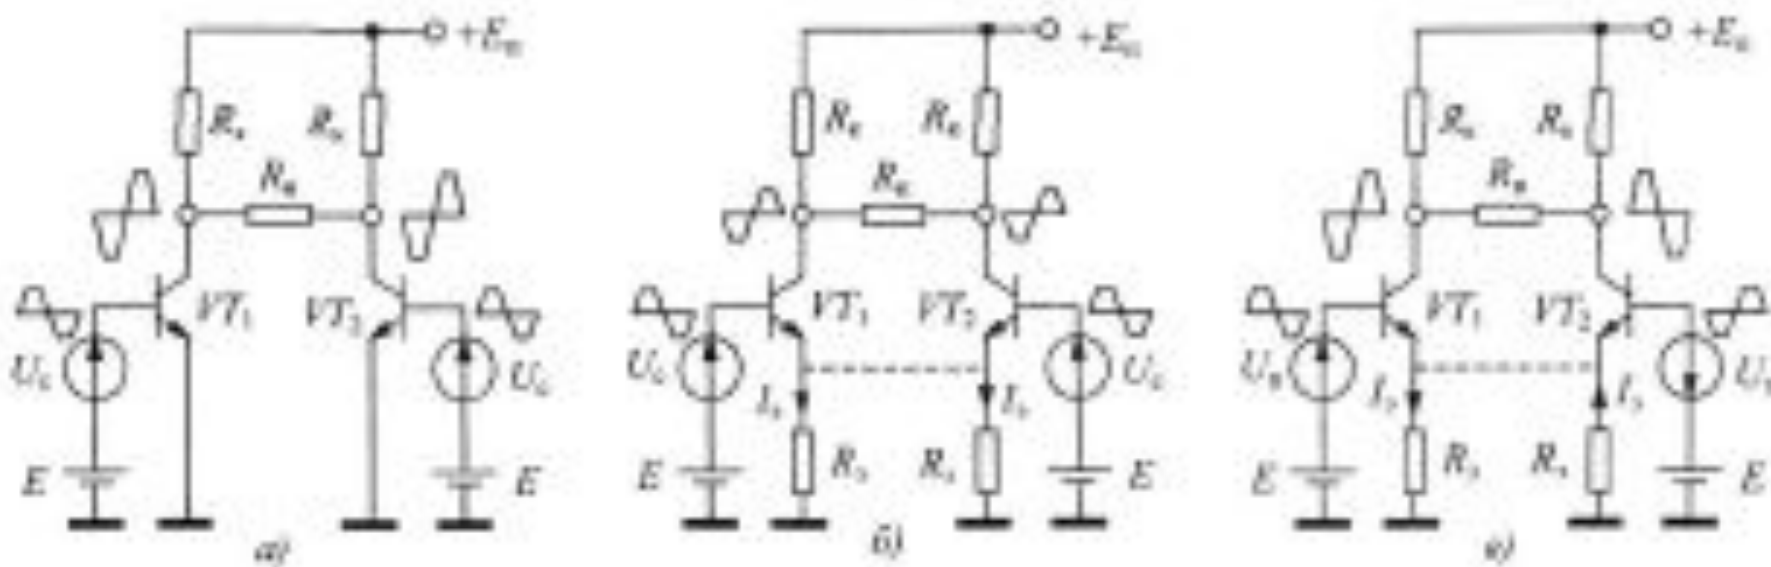
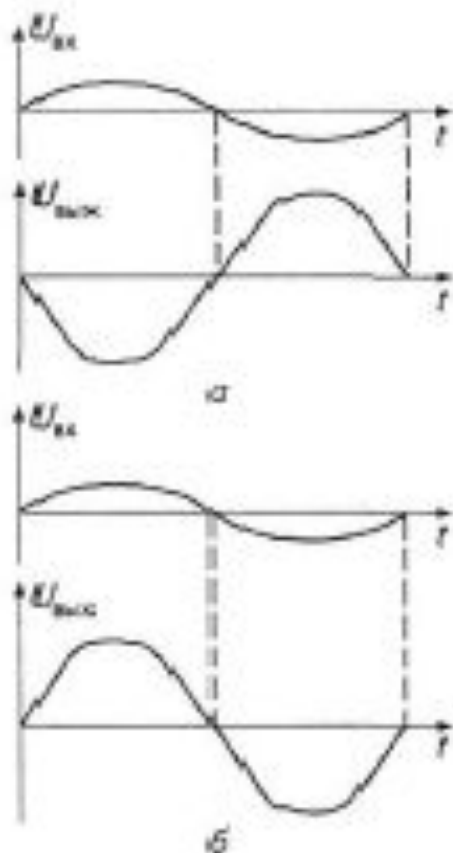

Рис. 1. Принцип построения и свойства дифференциального каскада
Рис. 4.42. Временные диаграммы входных и выходных сигналов ОУ:
- Входные каскады ОУ представляют собой дифференциальные усилители и имеют два входа: инвертирующий и неинвертирующий (рис. 1). На инвертирующий вход подается входной сигнал  $U_{вх1}$ . Этот сигнал находится в противофазе с выходным  $U_{вых}$  (рис. 4.42, а). Сигнал, поданный на неинвертирующий вход ( $U_{вх2}$ ), синфазен с выходным сигналом (рис. 4.42, б). Следовательно, при наличии двух входных сигналов выходной сигнал определяется следующим образом: